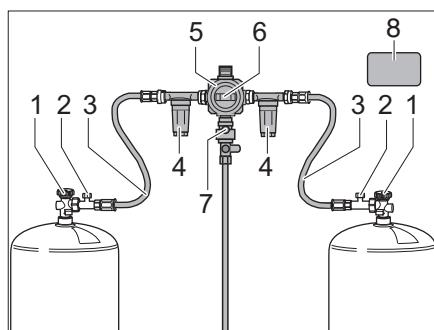
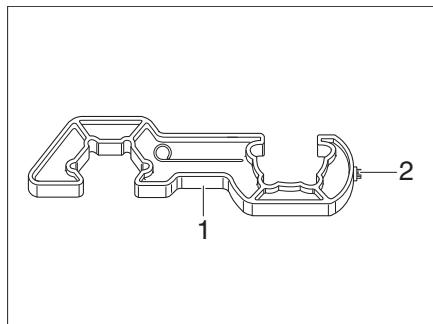

Fig. 82 Instalación de conmutación Caramatic DriveTwo
Fig. 85 Elemento auxiliar de enroscado
La instalación de conmutación Caramatic DriveTwo consta de un regulador de conmutación (Fig. 82,5) y la unidad de mando (Fig. 83). El regulador de conmutación está montado entre las mangueras de alta presión (Fig. 82, 3). Con el botón giratorio (Fig. 82,6) en el regulador de conmutación se puede determinar qué bombona de gas se usará como bombona de servicio y cuál bombona de gas como bombona de reserva.
El regulador de conmutación (Fig. 82,5) está equipado con el deshelador de reguladores EisEx. De este modo se evitarán averías en la instalación de gas en el invierno.
Delante del regulador de conmutación (Fig. 82,5) se puede montar a cada lado un filtro de gas (Fig. 82,4) (opcional) que protege la instalación de gas contra la contaminación con aceite y los ensuciamientos.
Las llaves de paso principales (Fig. 82,1) de las bombonas de gas deben abrirse a mano.
El botón de desbloqueo (Fig. 82,7) del Crashsensor se encuentra debajo del regulador de conmutación.
- Abrir las llaves de paso principales (Fig. 82,1) de las bombonas de gas.
- Con el botón giratorio (Fig. 82,5) en el regulador de conmutación (Fig. 82,6), seleccionar la bombona de gas de la cual se debe tomar el gas preferentemente (bombona de servicio).
- ▶ Para enroscar y desenroscar las mangueras de alta presión, utilizar el elemento auxiliar de atornillado (Fig. 85,1). Garantiza el par de apriete necesario y evita que se produzcan daños en la unión atornillada por el uso de una herramienta incorrecta.
- Cerrar la llave de paso principal (Fig. 82,1) de la bombona de gas vacía.
- Desenroscar la manguera de alta presión (Fig. 82,3) de la bombona de gas con el elemento auxiliar de enroscado (Fig. 85).
- Conectar la bombona de gas llena a la manguera de alta presión (Fig. 82,3).
- Abrir la llave de paso principal (Fig. 82,1) de la bombona de gas.
- Girar el botón giratorio (Fig. 82,5) en el regulador de conmutación (Fig. 82,6) una media vuelta, de tal manera que la bombona de gas cambiada sirva de bombona de reserva.
- Presionar el botón (Fig. 82,2) del dispositivo de seguridad en caso de rotura de manguera en la manguera de alta presión, para activarlo.
- ▶ Observar el adhesivo de seguridad (Fig. 82,8) en la caja para bombonas de gas.
- Despues de cambiar la bombona de gas, presionar con fuerza el botón verde (Fig. 82,2) en la manguera de alta presión (Fig. 82,3).